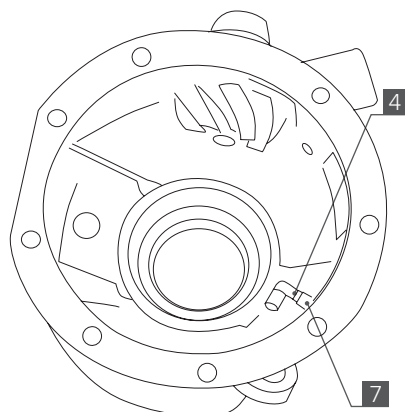

Рис. 10
7. Установите фитинг угловой [4] с внутренней стороны картера моста (рис. 10).